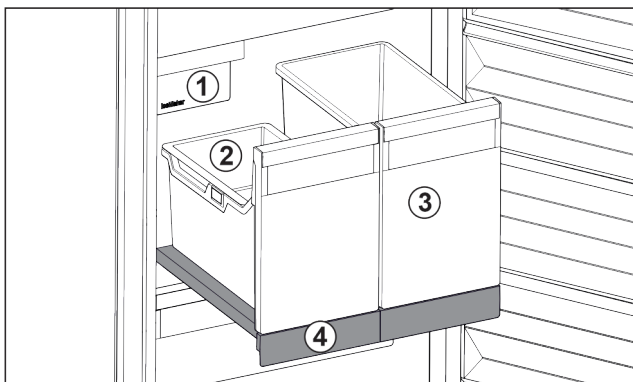

Fig. 138 带 IceTower 的拉出式搁板
- (1) IceMaker
- (2) 冰块挂盘
- (3) 比萨、酒精饮料等的容器
- (4) 拉出式搁板
拉出式搁板上有两个高容器 (IceTower)。来自 IceMaker 的冰块被收集并储存在容器 Fig. 138 (2) 中。容器 Fig. 138 (3) 适合存放较高的食物，例如比萨或酒精饮料。